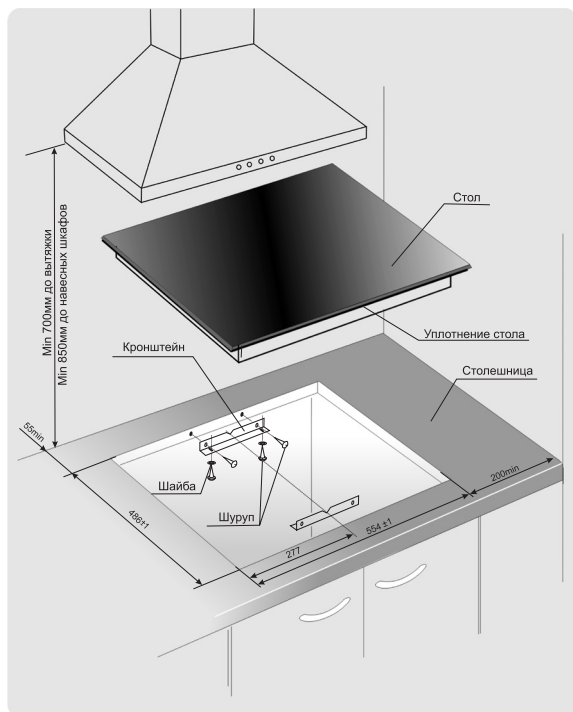

Рис.11
1. Точно разметить на столешнице контур проема под встраиваемый стол (рис.11).